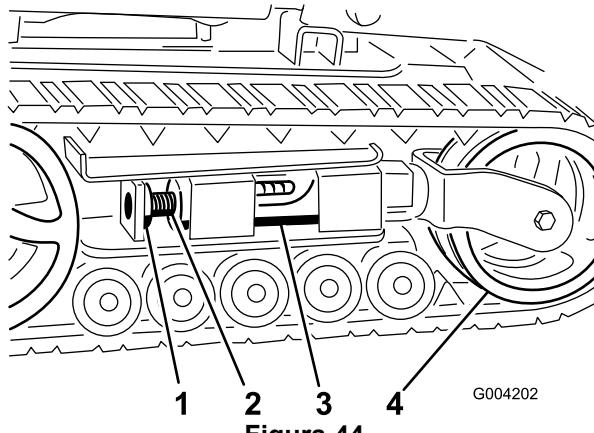
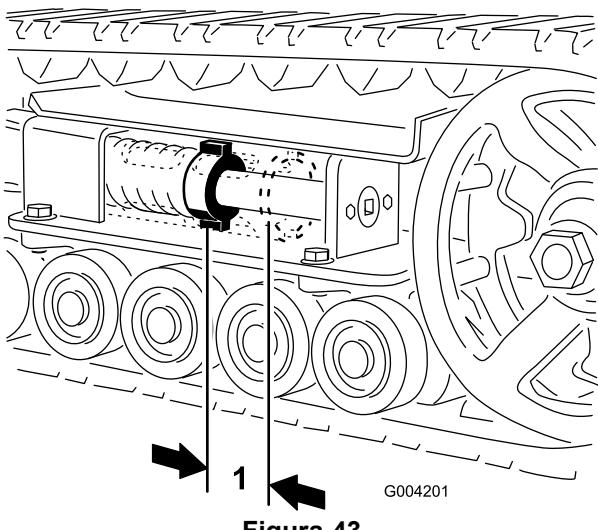
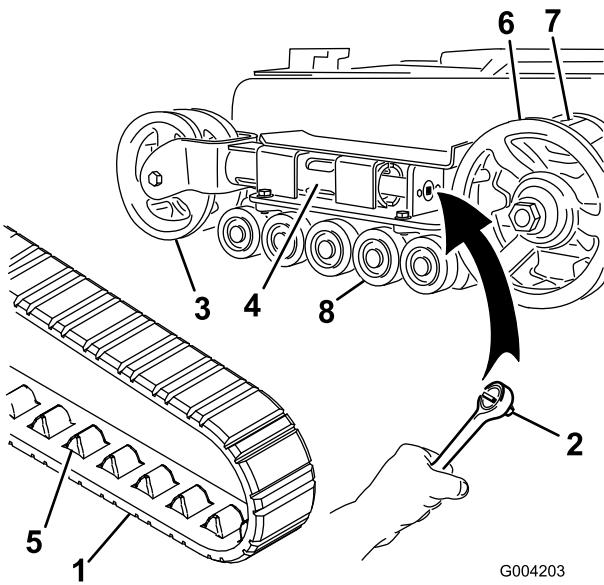
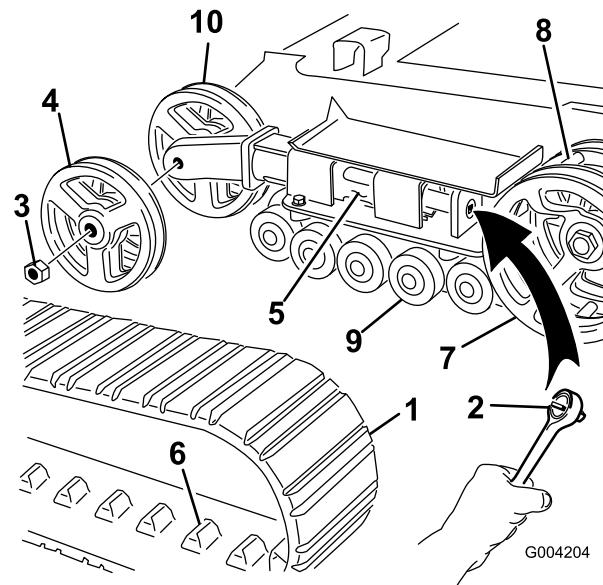

Figura 44
Figura 43
Figura 45
Figura 46
4. Usando una llave de 1/2 pulgada (Figura 45), gire el tornillo tensor en el sentido contrario a las agujas del reloj hasta que la distancia entre la tuerca tensora y la parte de atrás del tubo tensor (Figura 43) sea de 7 cm.
5. Alinee la muesca más próxima del tornillo tensor con el taladro del perno de bloqueo, y fije el tornillo con el perno de bloqueo y la tuerca (Figura 44).
3. Retire el perno de bloqueo y la tuerca (Figura 44).
4. Usando una llave de 1/2 pulgada, alivie la tensión en la oruga girando el tornillo tensor en el sentido de las agujas del reloj (Figura 44 y Figura 45).
4. Usando una llave de 1/2 pulgada, alivie la tensión en la oruga girando el tornillo tensor en el sentido de las agujas del reloj (Figura 44 y Figura 46).
5. Empuje la rueda tensora hacia la parte de atrás de la unidad de tracción para mover el tubo tensor contra el bastidor (Figura 45). (Si no toca el bastidor, siga girando el tornillo tensor hasta que lo toque.)
7. Cuando haya retirado la oruga de la rueda tensora, retírela de la rueda motriz y de las ruedas de rodaje (Figura 45).
8. Empezando en la rueda motriz, pase la oruga nueva alrededor de dicha rueda, asegurándose de que los dientes de la oruga encajen entre los espaciadores de la rueda (Figura 45).
9. Empuje la oruga por debajo de y entre las ruedas de rodaje (Figura 45).
11. Gire el tornillo tensor en el sentido contrario a las agujas del reloj hasta que la distancia entre la tuerca tensora y la parte de atrás del tubo de horquilla (Figura 43) sea de 7 cm.
12. Instale la rueda tensora interior y fíjela con la tuerca que retiró anteriormente (Figura 46).
14. Instale la oruga nueva, asegurándose de que los dientes de la oruga encajen entre los espaciadores de la rueda motriz (Figura 46).
15. Instale la rueda tensora exterior y fíjela con la tuerca que retiró anteriormente (Figura 46).
17. Gire el tornillo tensor en el sentido contrario a las agujas del reloj hasta que la distancia entre la tuerca tensora y la parte de atrás del tubo tensor (Figura 43) sea de 7 cm.